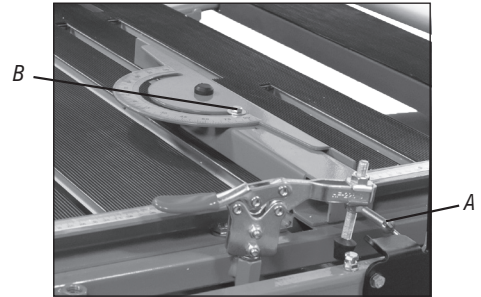

Fig. 6 – Guía de corte en ángulo ajustable
Para corte de piezas en horizontal, se debe utilizar la guía de corte en ángulo (4). El mismo debe fijarse en la escala estándar del equipo (Fig. 6).
- Para fijar en la base, apriete el tornillo (A) (Fig. 6);
- Para cortes con ayuda de la guía de corte en ángulo (Fig. 6), coloque la pieza en el ángulo deseado y apriete el tornillo (B).